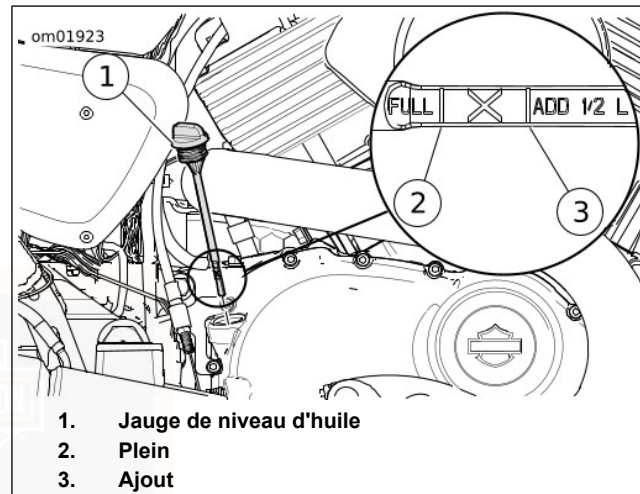

Figure 29. Niveau d'huile moteur
2. Voir Figure 29. Retirer la jauge (1) et l'essuyer.
3. Voir Figure 29. Retirer la jauge (1) et l'essuyer.